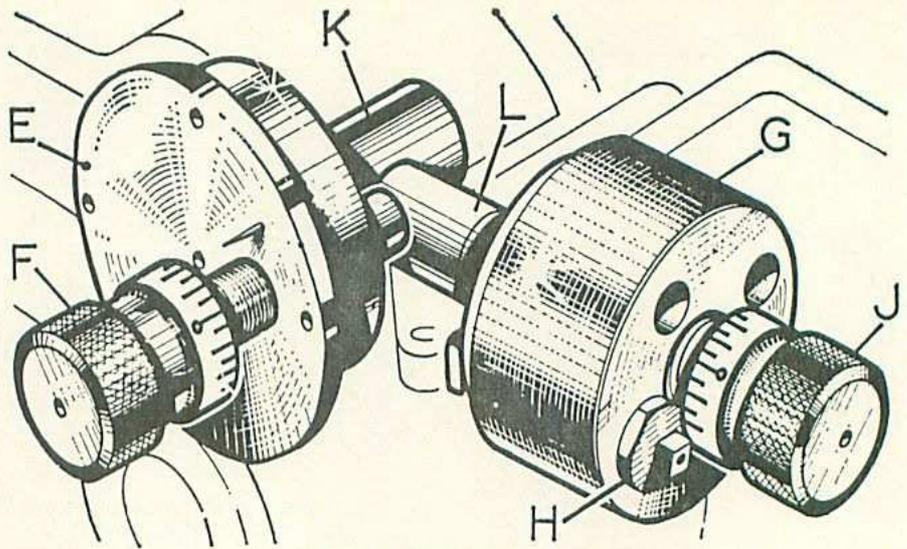

Fig. 43. — Tampons en place
• Monter le tampon (E) à la place du petit couvercle du pont. Dévisser le bouton (F) de quelques tours pour que son extrémité permette le passage de l'embout (L) du bouton (J) (fig. 43).